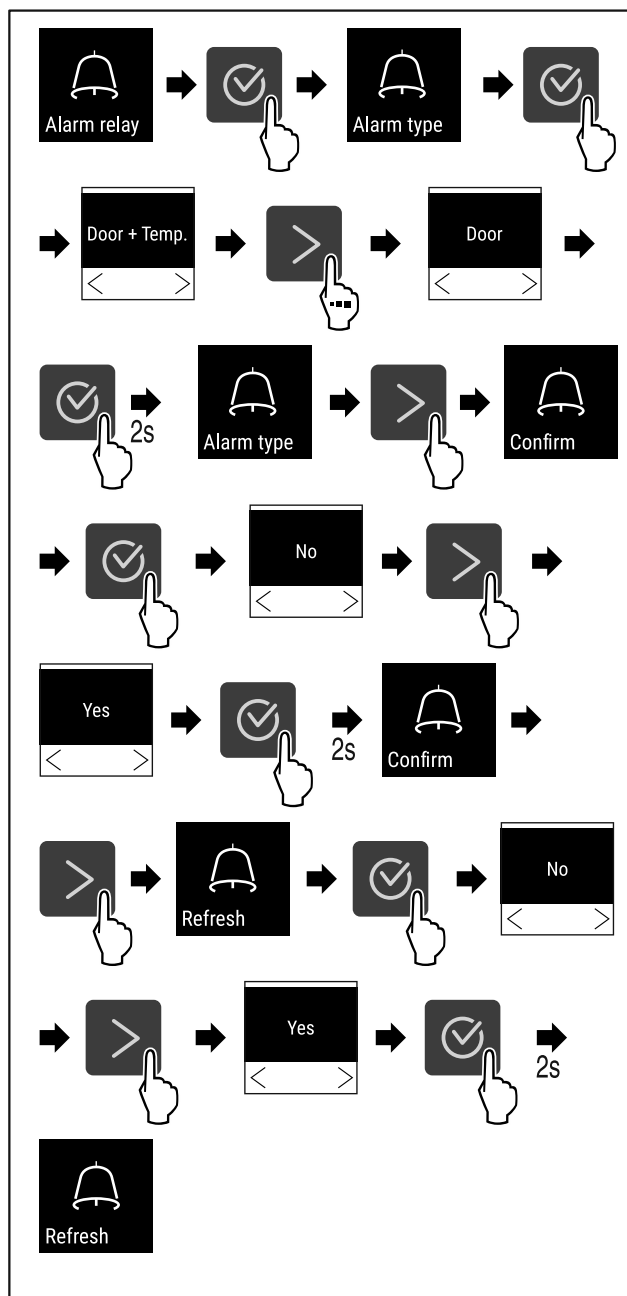

Fig. 145
- ▶ Følg anvisningene (se Fig. 145) .